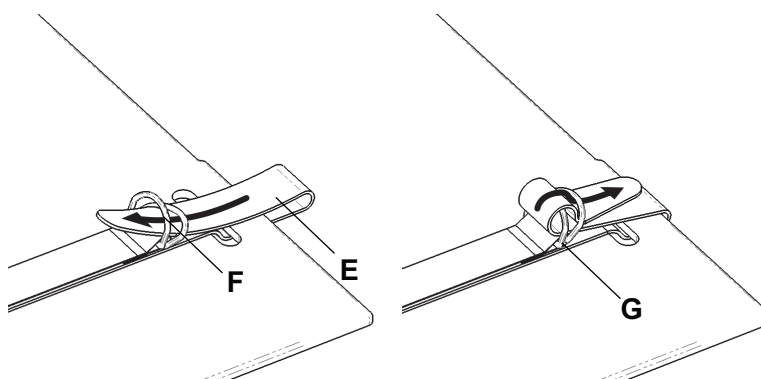
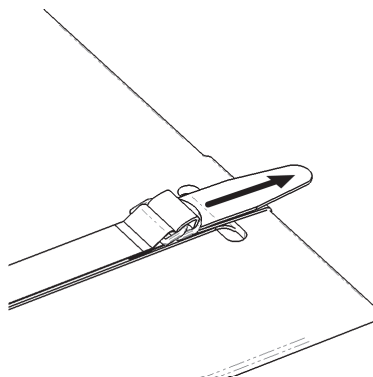

Figura 2 – Cinghia di ancoraggio
Figura 3 – Tensionamento della cinghia di ancoraggio
9. Infilare la cinghia di ancoraggio (E) negli anelli a D (F) (Figura 2).
10. Far passare la cinghia di ancoraggio tra gli anelli a D (G) (Figura 2). Tirare la cinghia di ancoraggio finché non è ben salda (Figura 3).